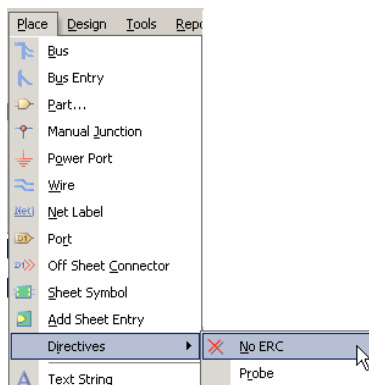

图 2.106 选择“Place”->“Directives”->“No ERC”命令
(1) 单击“Wiring”工具栏中的布置“No ERC”标志工具按钮，或者在主菜单中选择“Place”->“Directives”->“No ERC”命令，如图 2.106 所示，熟悉 Altium Designer 的用户可以使用快捷键“P”，“I”，“N”。